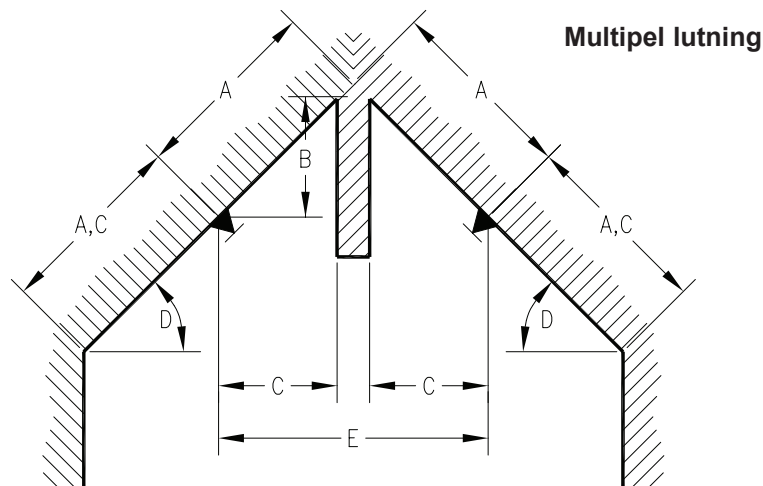

Bild 2
- (A) Halva det listade sprinkleravståndet maximalt, 0'-4" (0-102 mm) minst.
- (B) Listat avstånd för sprinkler, maximalt, 8'-0" (2,4 m) minst
- (C) Där vinkel "C" är större än 8/12 (33,7°) lutningsgrad, se bild 2 nedan..